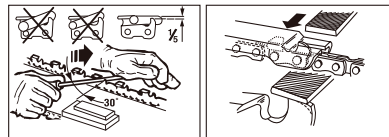

Afb. 21
**KETTING SLIJPEN** - De steek van de ketting (Afb. 21) is 3/8" LoPro x 0,050". Slijp de ketting met behulp van veiligheidshandschoenen en een rondvijl  $\varnothing$  4 mm (5/32").
Slijp de snijvlakken altijd uitsluitend met naar buiten gerichte bewegingen (Afb. 22) terwijl u de in Afb. 21 gegeven waarden aanhoudt.